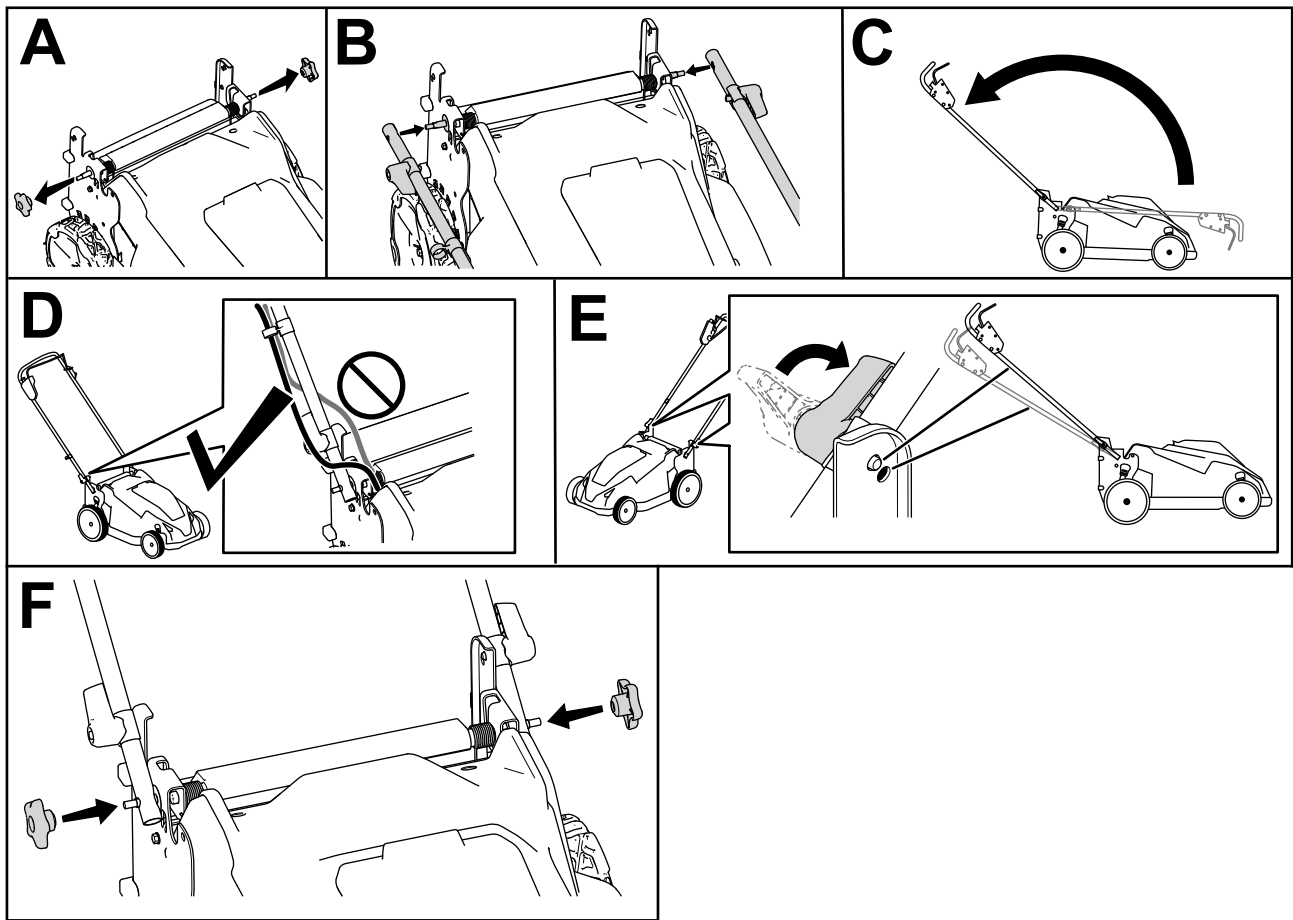

Figure 6
1. Retirez les boutons du guidon (A de Figure 6).
2. Fixez le guidon sur la machine au moyen des trous situés aux extrémités du guidon (B de Figure 6).
3. Ramenez le guidon en arrière à la position d'utilisation (C de Figure 6).
4. Vérifiez que les câbles passent bien devant le guidon (D de Figure 6).
5. Engagez les verrous du guidon jusqu'à ce que la goupille s'enclenche en place et bloque le guidon à la position d'utilisation (E de Figure 6).
6. Serrez les boutons sur les boulons du guidon pour fixer le guidon en place (F de Figure 6).